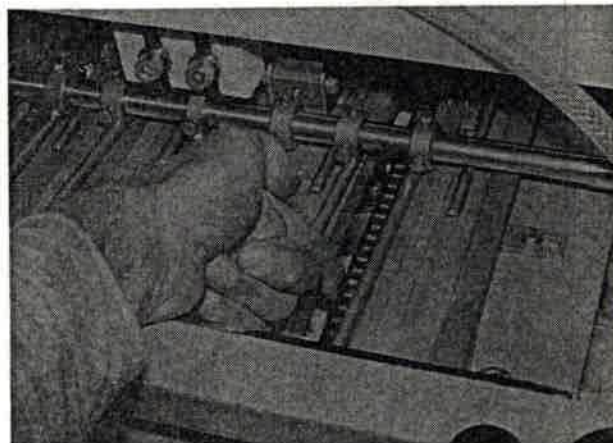

Bild 123
1. Ketten in der Mitte mit einem Finger anheben (Bild 123); sie müssen sich 5...10 mm anheben lassen.